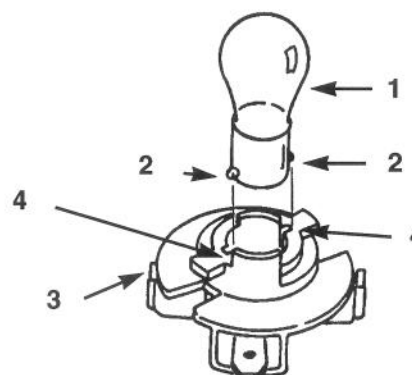

Figure 19
4. Appuyer sur l'ampoule et la tourner dans le sens anti-horaire jusqu'à ce qu'elle s'arrête (approx.  $1/4$  de tour) et la déposer du porte-ampoule (Fig. 19).
1. La base de l'ampoule est munie d'ergots métalliques. Aligner les ergots avec les encoches du porte-ampoule et installer la base dans le porte-ampoule (Fig. 19). Pousser sur l'ampoule et la tourner dans le sens horaire jusqu'à ce qu'elle s'arrête.